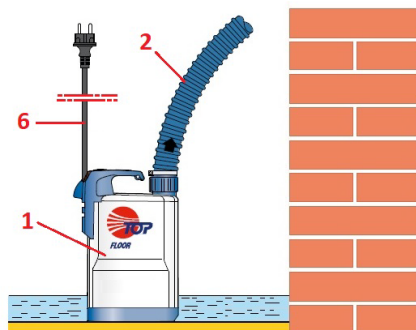

Рис. 6.3 Пересувна насосна установка для спорожнення
6.5.4 Пересувна насосна установка (Рис. 6.3 та 6.4)